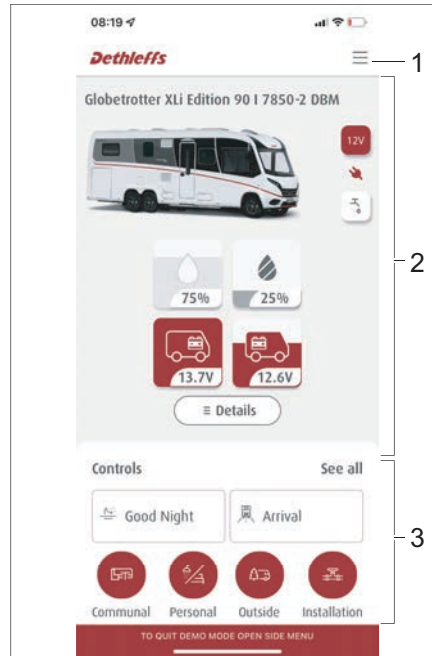

Fig. 275 Structure de l'application Dethleffs Connect
- Rubrique Menu (Fig. 275,1)
- Informations sur le véhicule (Fig. 275,2)
- Rubrique Commandes et Scénarios (Fig. 275,3)